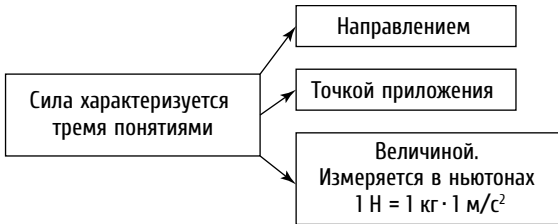

Рис. 6
- **Чем характеризуется и в каких единицах измеряется сила?** (Рис. 6).